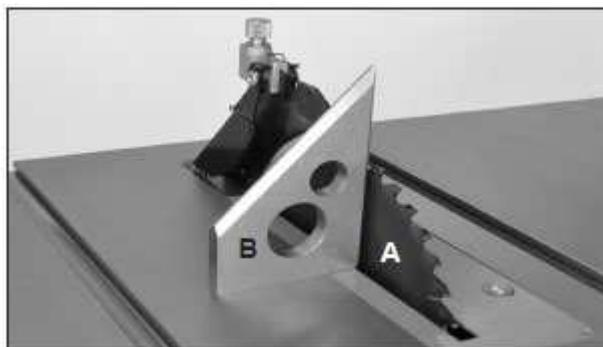

Рис. 17
1. Поднять пильный диск (рис. 17, А) в самое верхнее положение маховичком, расположенным спереди станка.
2. С помощью угольника или комбинированного угольника (рис. 17, В) проверить наличие угла 90° относительно стола (нулевой угол по шкале угла наклона пильного диска).